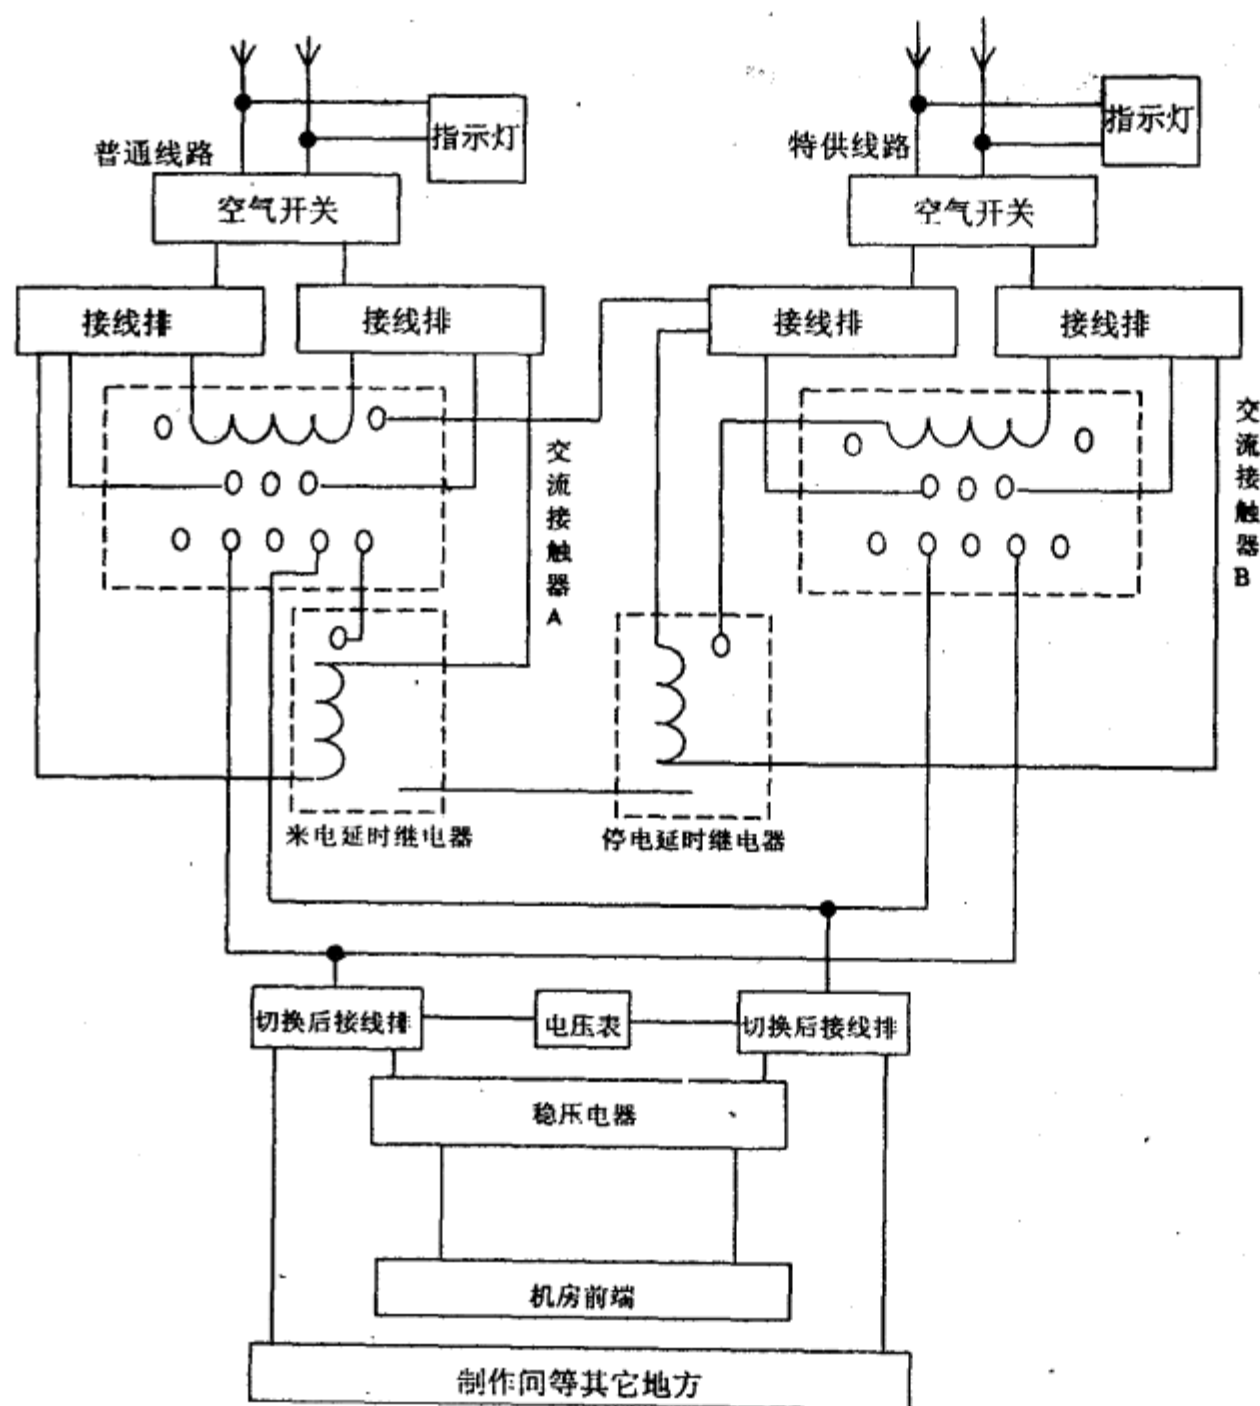

图 1
①实现双电源自动切换的电路很多,结构大同小异,较实用的双电源供电自动切换原理框图如图1所示。
②基本工作原理如下:当普通线路正常供电时,来电延时继电器得电,两触点断开,也与交流接触器A的上排触点断开,此时,尽管停电延时继电器得电使两触点接通,但交流接触器B的线圈形不成回路不得电不能吸合,特供线路闲置;当普通线路因故障断电时,来电延时继电器失电,两触点接通,也与交流接触器A的上排